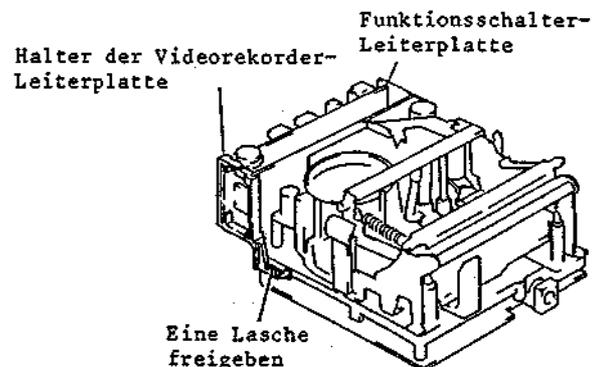

Abb. 2-13 Ausbau der Funktionsschalter-Leiterplatte
2-2 Funktionsschalter-Leiterplatte (Abb. 2-13, 2-14, 2-15)
3. Eine (1) Lasche freigeben und den Halter der Videorekorder-Leiterplatte abnehmen (siehe Abb. 2-13).
3. Die Funktionsschalter-Leiterplatte ausbauen (siehe Abb. 2-13, 2-14).